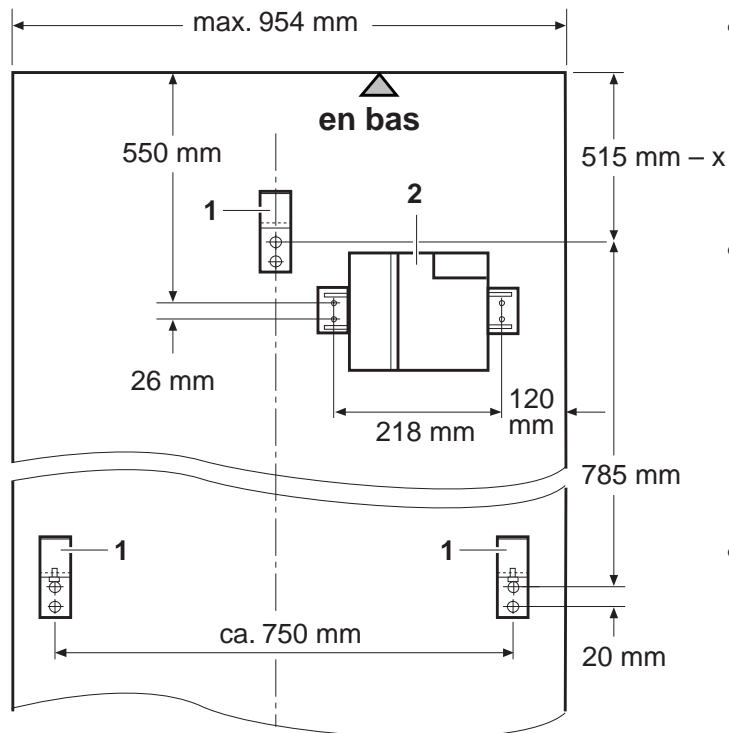

Fig. 12
- Tracer la position des trous de perçage au côté intérieur de la plaque avant et les percer, voir **fig. 12**.
- Après le montage de la plaque avant, visser la commande **2** à la plaque avant en utilisant quatre vis Hospa Pan Head 4 x 17 mm, voir **fig. 12**.